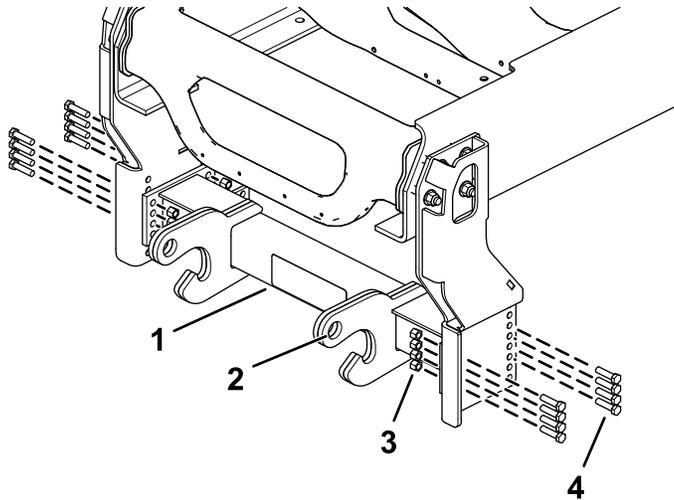

Bild 2
4. Positionieren Sie den Schubrahmen so, dass der Abstand vom Boden zur Mitte der Befestigungsbohrungen am Schubrahmen 42 cm beträgt, wie in Bild 2 dargestellt.
5. Befestigen Sie den Schubrahmen mit 16 Schrauben ($\frac{1}{2}$ " x 2") und 16 Muttern ($\frac{1}{2}$ ") handfest an den Seitenplatten, wie in Bild 2 abgebildet.